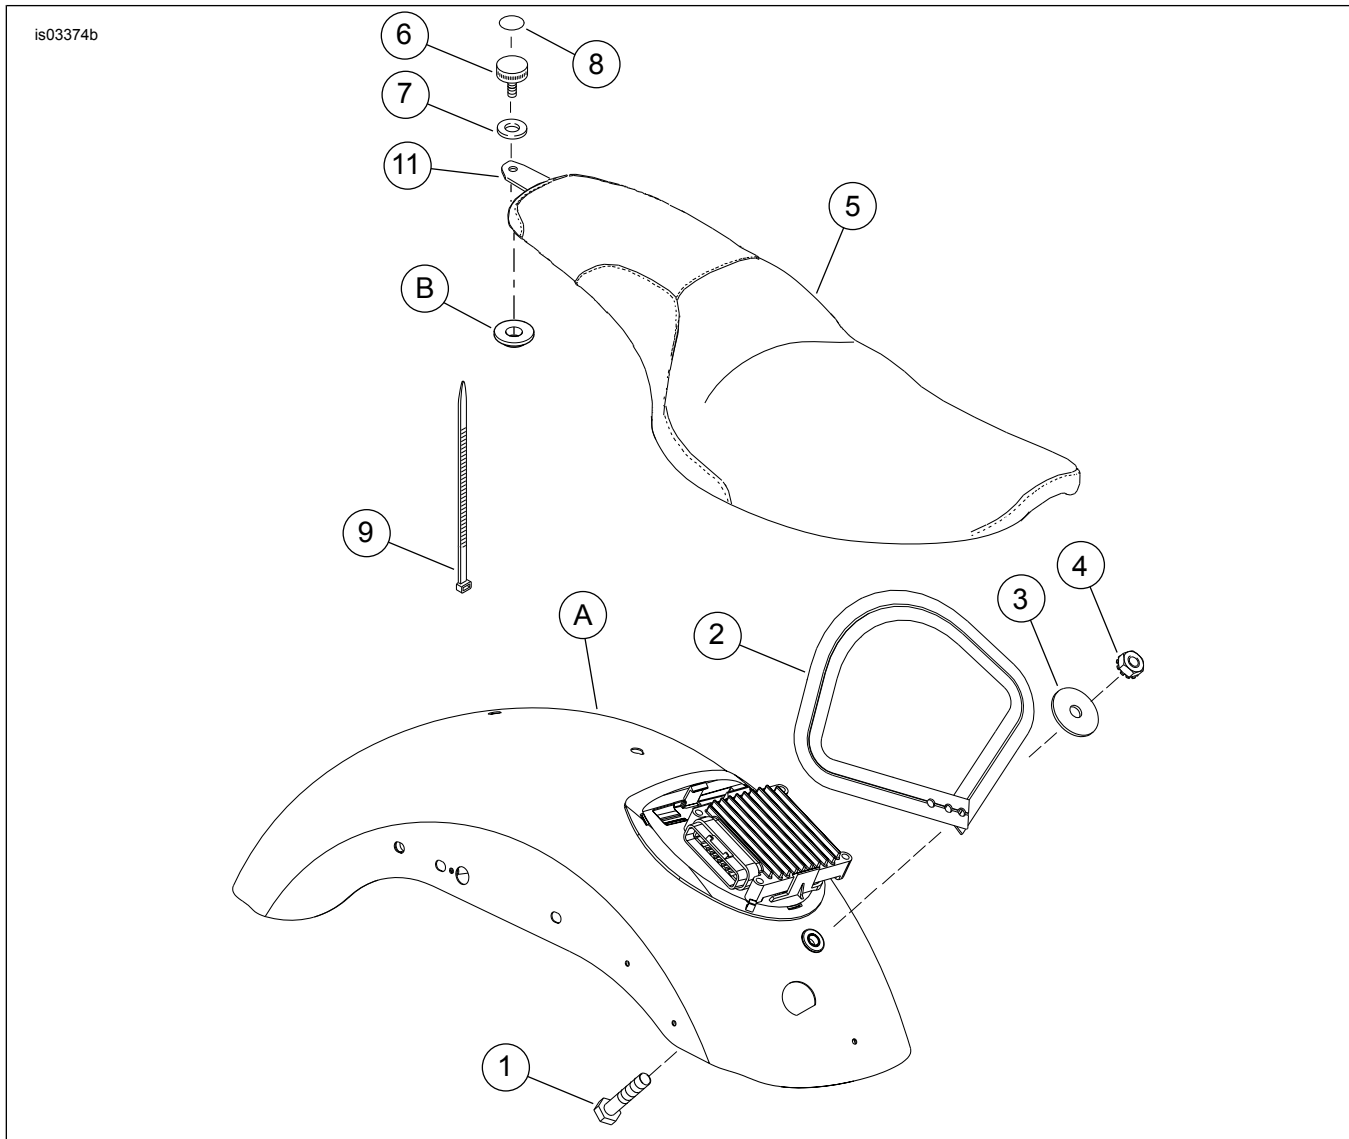

Figure 7. Pièces détachées : Kits de selle personnalisée biplace XL
Voir la Figure 7 et le Tableau 3 pour la liste des pièces détachées.
1. Voir Figure 7. Introduire la vis (1) dans le trou de garde-boue avant à partir de l'intérieur du garde-boue.
3. Voir Figure 6. Monter la sangle de maintien ( Figure 7, élément 2) sur la vis en utilisant les trous correspondants au kit de la selle à installer.
4. Voir Figure 7. Installer la rondelle (3) et l'écrou hexagonal (4) sur la vis (1). Serrer à un couple de 4,1 à 6,8 N·m (36 à 60 lb·po).
1. Voir Figure 7. Glisser l'arrière de la selle (5) à travers la sangle de maintien (2).